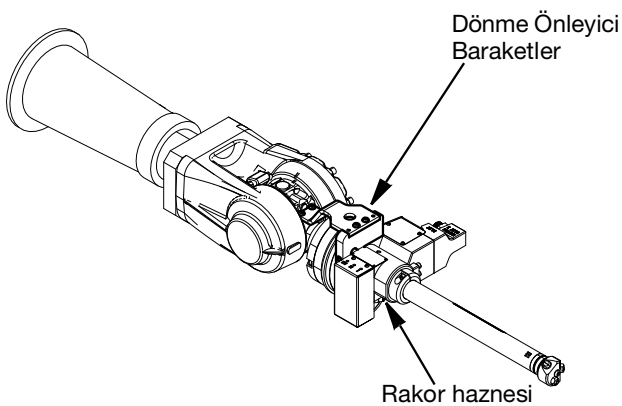

FIG. 3
Switch Tip 3B Tabanca robota monte edildikten sonra, dönme önleyici braketler, altıgen başlı vidalar kullanılarak rakor muhafazasına (619) ve robot üzerindeki sabitleme noktasına takılmalıdır. Dönme önleyici baraketlerin tam uyumu, kullanılan robota ve kite bağlıdır. Kurulum örneği için FIG. 3 ve rakor haznesi parça referansı için 28 bakınız.